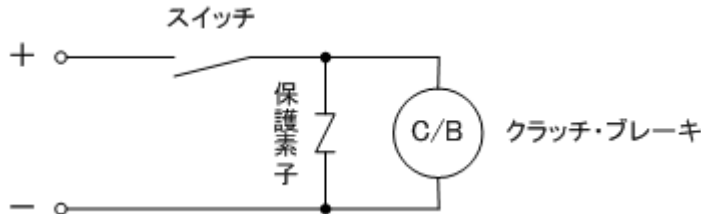

図 5
- (2) クラッチ・ブレーキのスイッチング操作は、図 5 のように直流側にスイッチを設けて行ってください。